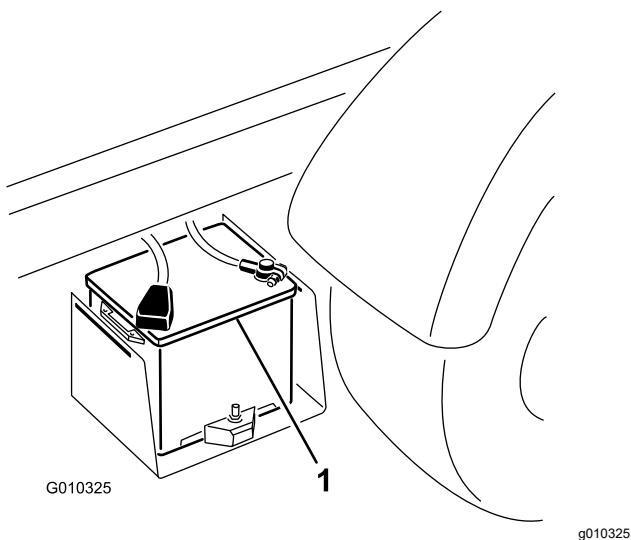

图 42
2. 在 2 个电池的正电极之间连接一条跳线接线 图 42。